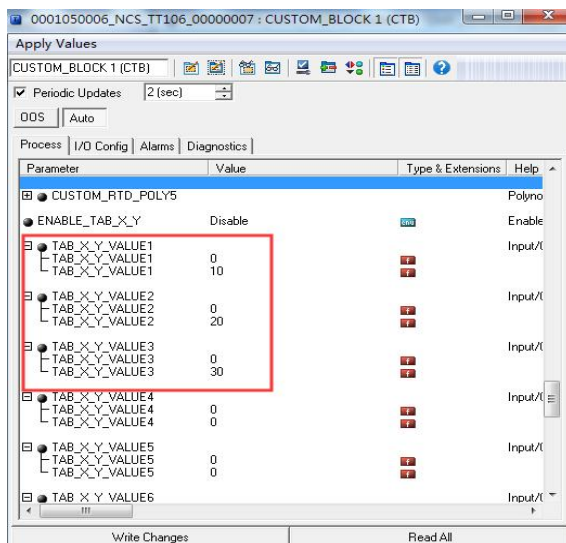

图 3.10 校准点配置
(1) 温度变送器提供 16 个校正点输入，即变换块的参数 TAB\_X\_Y\_VALUE1 - TAB\_X\_Y\_VALUE16 数组，用户可以依次将要校准的输出值写入数组并选择好单位。例如，在进行三点插值校准时，用户可选择 10，20，30 作为校准点，将这三个值依次写在 TAB\_X\_Y\_VALUE1、TAB\_X\_Y\_VALUE2 和 TAB\_X\_Y\_VALUE3 数组里的第二位，如图 3.10 所示。